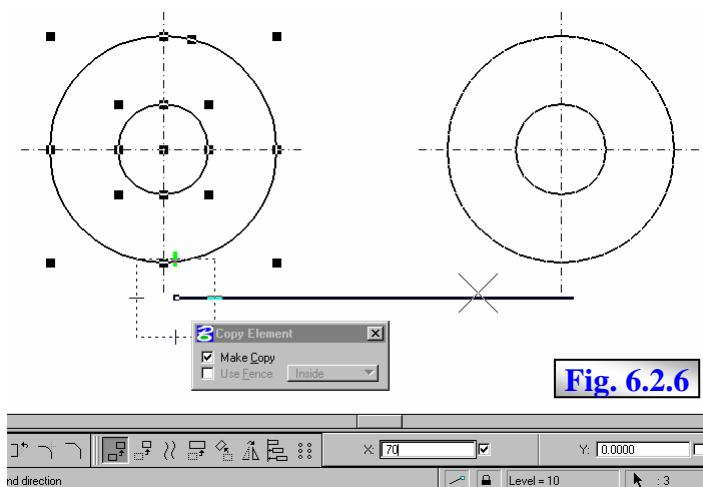

Fig. 6.2.6
5. Copierea cercurilor 1 și 2 și a marcajului de centru fig. 6.2.6 – aceste elemente, grupate prin selecție, vor fi simultan transluate prin copiere la distanța de 70 mm pe orizontală, generând elementele notate cu 4,5,6 în fig. 6.2:
8. Trasarea axei 9, fig. 6.2 – axa va fi trasată printr-o linie care va uni capetele orizontale ale marcajelor cercurilor 1 și 4, fig. 6.2.6.